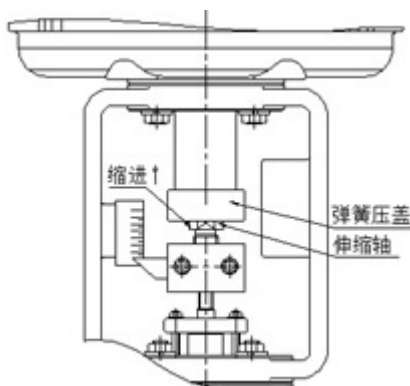
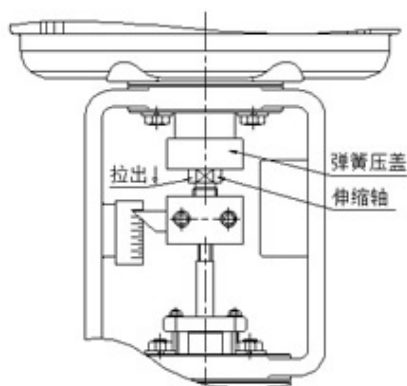

图 4-3-1
图 4-3-2
a) 下限位开关的定位：用手动摇柄将阀位调整到完全关闭位置，继续摇动手柄，执行器的伸缩轴被压入弹簧压盖，如图 4-3-1。当压入 2-3mm 时，将下限位开关置于被触发状态并固定凸轮。（下限位开关被触发后，应确保伸缩轴仍然有一定的压缩余量，否则限位开关将失去保护作用。）
b) 上限位开关的定位：用手动摇柄将阀位调整到完全打开位置，将上限位开关置于被触发状态并固定凸轮。若是三通调节阀，行程两端都应密封，开阀端也要求弹簧压缩。继续摇动手柄，执行器的伸缩轴被拉出弹簧压盖（最多不超过 5mm），如图 4-3-2。当拉出 2-3mm 时，将上限位开关置于被触发状态并固定凸轮。（上限位开被触发后，同样应确保伸缩轴仍然有一定的伸出余量。）
c) 调节阀的零点与行程设定：根据后面菜单说明的相关章节，并参考图 4-3-1 和图 4-3-2，调整调节阀的零位和行程。